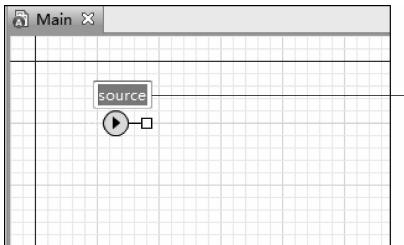

图 3-7 更改对象名称
(8) 把对象拖曳至图形化编辑器后, 对象的名称已经自动选中, 如图 3-7 所示。